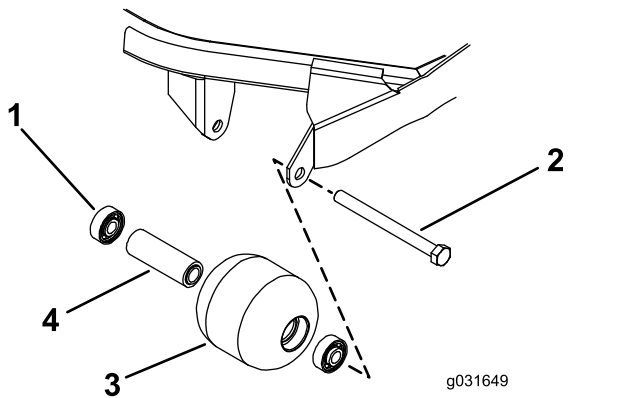

图 72
1. 卸下滚筒安装螺栓图 72。
4. 检查滚筒壳体、轴承以及轴承隔块是否受损(图 72)。
1. 仅按住外圈或同时按住内、外圈将第一个轴承接入滚筒壳体图 72。
2. 插入隔片图 72。
3. 仅按住外圈或同时按住内、外圈将第二个轴承接入滚筒壳体直至其触及隔块图 72。